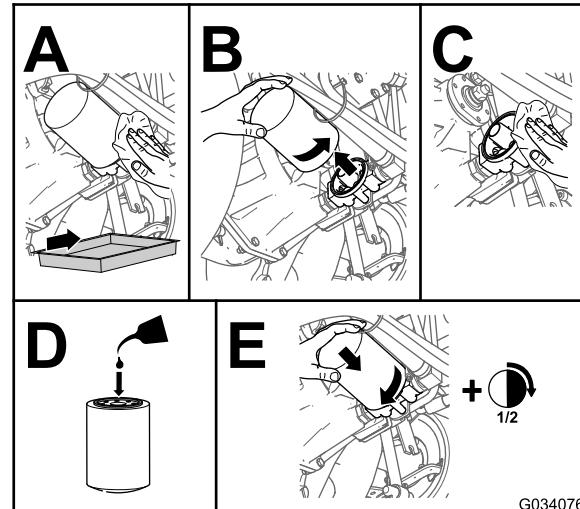

Figura 83
4. Substitua o filtro hidráulico (Figura 83).